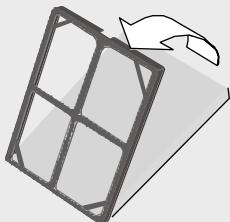

Fig. 21
- Comprobar que el filtro purificador está colocado en el posicionador, en caso contrario instálelo como se indica en la **Fig 21**. Colocar la parte oscura del filtro en contacto con el posicionador.